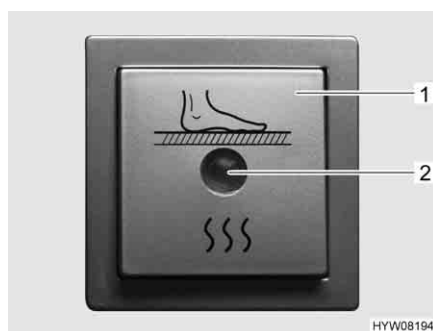

Fig. 115 Interruttore per riscaldamento elettrico del pavimento
- Premere l'interruttore a bilico (Fig. 115,1). La spia di controllo nell'interruttore (Fig. 115,2) si accende.
- Premere l'interruttore a bilico (Fig. 115,1). La spia di controllo (Fig. 115,2) nell'interruttore si spegne.